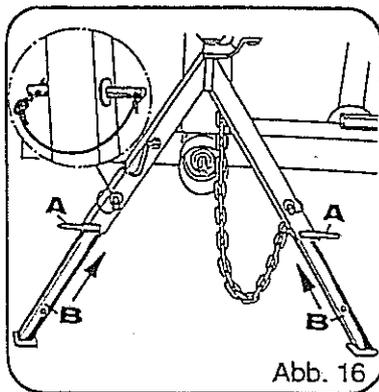

Abb. 16
Zum Transport wird der Großschwader in die Unterlenker des Schleppers eingehängt (Abb. 16, Pos. A). Nach dem Anheben der Unterlenker mit der Dreipunkt hydraulik werden dann die Abstützen in den Tragbock eingeschoben und gesichert (Abb. 16, Pos. B).
- Abstellstützen herausziehen und sichern (siehe Seite 14, Abb. 16).